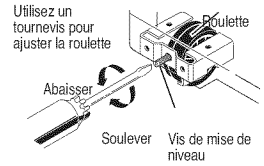

Figure 2
- Si votre réfrigérateur possède des roulettes avec vis de mise de niveau, suivez les étapes de la figure 2.